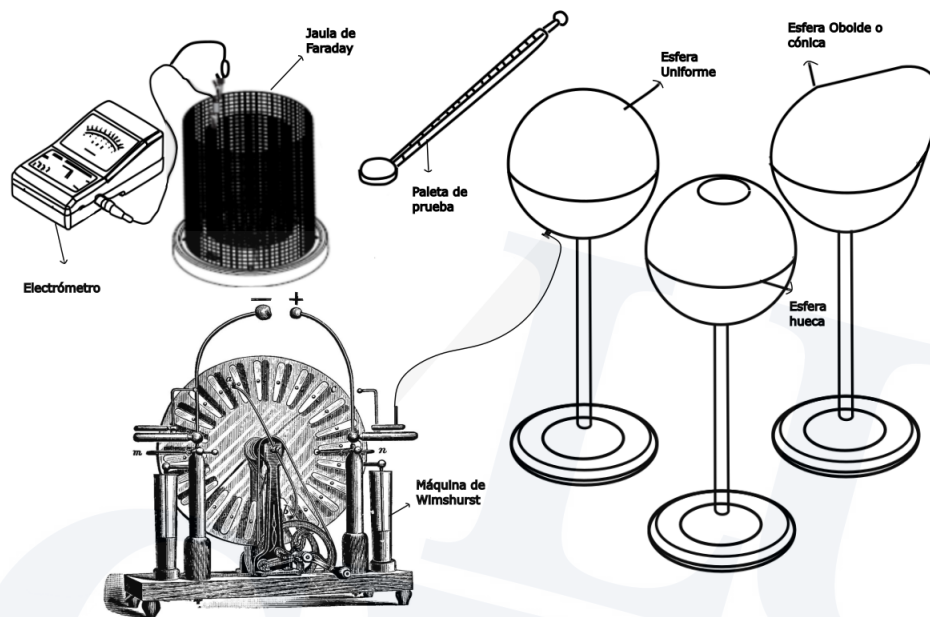

Figura 4: Montaje para esferas cargadas y objetos no uniformes
- Realice las conexiones respectivas del montaje según la figura 4.